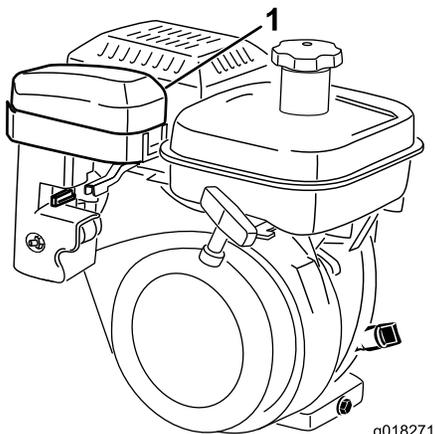
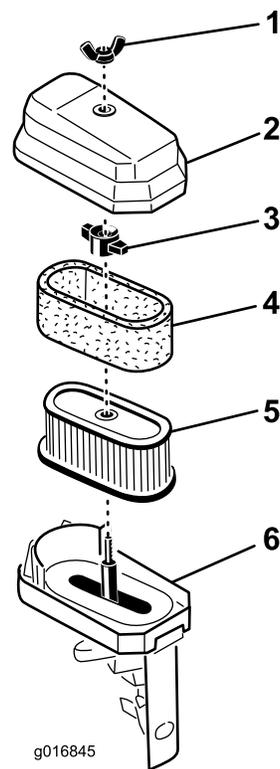

図 36
図 37
2. エアクリーナカバーをエアクリーナ本体に固定している蝶ナットを取り、カバーを外す。カバーを丁寧に清掃する 図 36と 図 37。
3. スポンジを点検し、汚れていればペーパーエレメントから外す 図 37。スポンジをきれいに洗う。